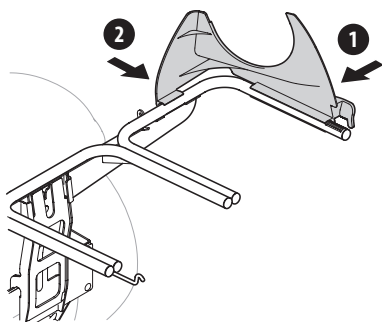

Figura 7
1. Calce a presión el soporte del canal superior (731-06497) colocando primero la porción lateral sobre el riel de soporte de la embolsadora (1). Consulte la Figura 7.
2. Calce a presión el lado delantero del soporte del canal al riel (2), como se muestra en la Figura 7.